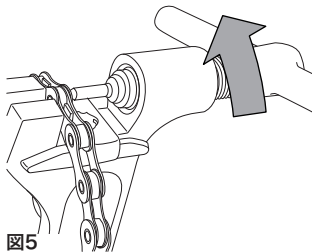

図5
- ツールを回し、小型ピンをリンクの穴から完全に押し出します（図5）